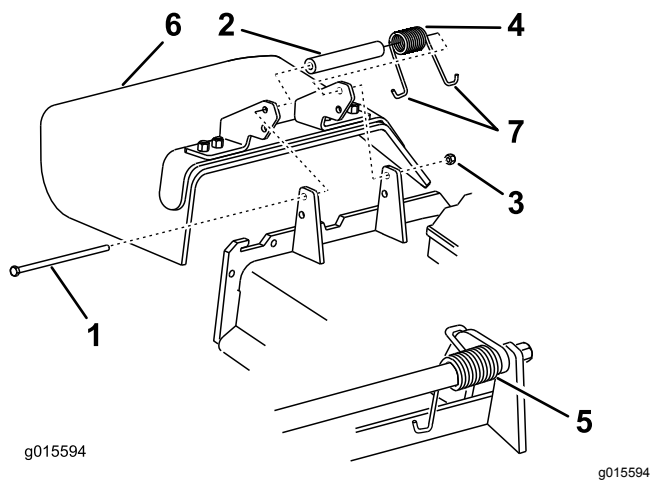

Figura 106
1. Retire la contratuerca, el perno, el muelle y el espaciador que sujetan el deflector a los soportes de pivote (Figura 106).
2. Retire el deflector de hierba dañado o desgastado (Figura 106).
Nota: Asegúrese de colocar el extremo en J del muelle detrás del reborde de la carcasa antes de instalar el perno, según se muestra en Figura 106.
6. Coloque el gancho en J del muelle alrededor del deflector de hierba (Figura 106).